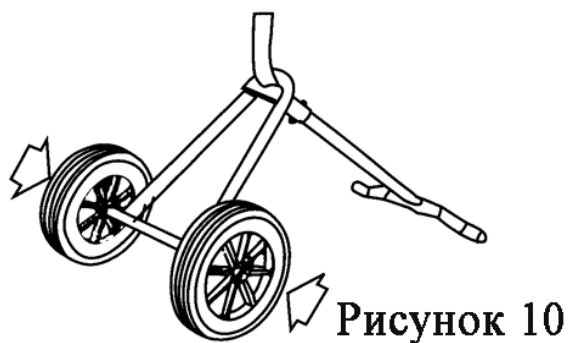

Рисунок 10
2. Установите колеса на ось рамы и зафиксируйте шплинтами (Рисунок 10).